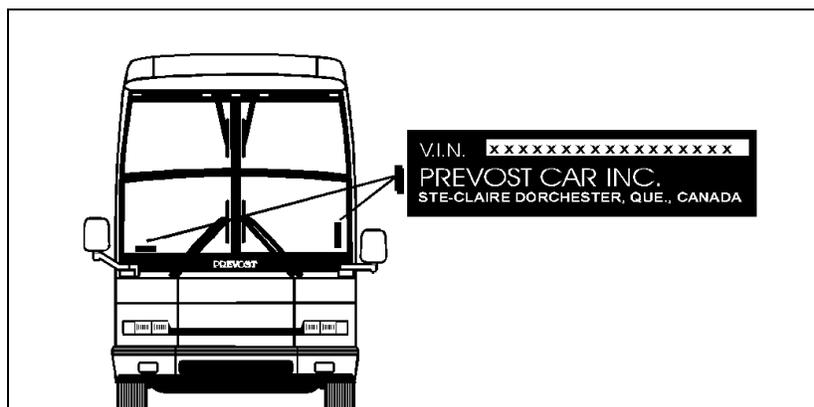

FIGURE 1: LOCALISATION DE LA PLAQUE SUR LES VÉHICULES XL ET H3
1. Enlever la mauvaise plaque du NIV (Fig. 1).